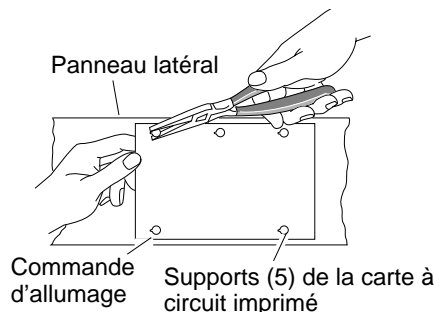

Figure 30 - Retrait de la carte à circuit imprimé
3. À l'aide d'une pince à bec de canard, pincer l'ergot situé sur le support de la carte à circuit imprimé et lever la commande d'allumage en la saisissant par le bord (voir Figure 30). Procéder de même pour les quatre autres supports de la carte à circuit imprimé puis retirer la commande.